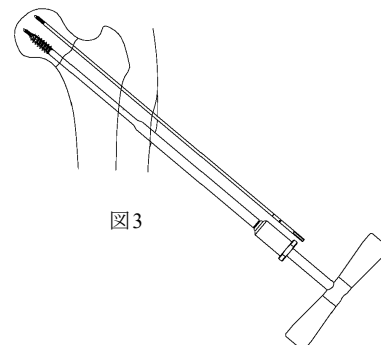

図 3
- 3) 骨質が硬い場合、プレタッピングを行います。T ハンドル（L）に接続したラグスクリュータップを用いることで、ラグスクリュー先端部のタッピングを行うことができます。（図 3）